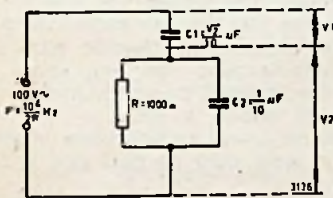

Fig. 1
2. a. Toon aan dat de spanningen V_1 en V_2 in bovenstaande schakeling gelijke amplitude hebben. (Fig. 1)